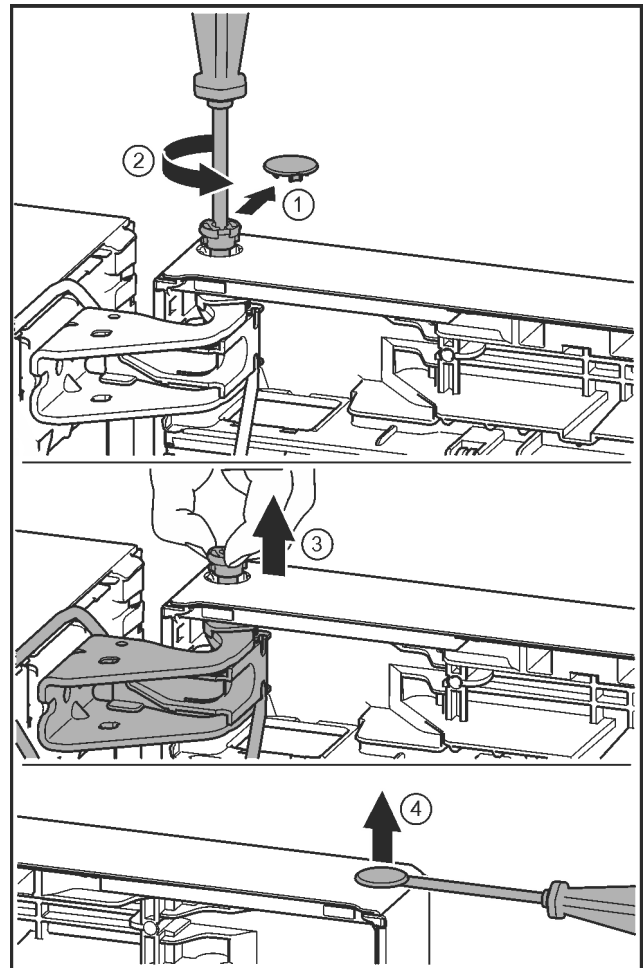

Fig. 26
- ▶ Bezpečnostní kryt opatrně stáhněte. Fig. 26 (1)
- ▶ Šroubovákem T15 o kousek vyšroubujte čep. Fig. 26 (2)
- ▶ Dveře držte a čep vytáhněte prsty. Fig. 26 (3)
- ▶ Plochým šroubovákem opatrně nadzvedněte zátku z ložiskového pouzdra dveří a vytáhněte ji. Fig. 26 (4)